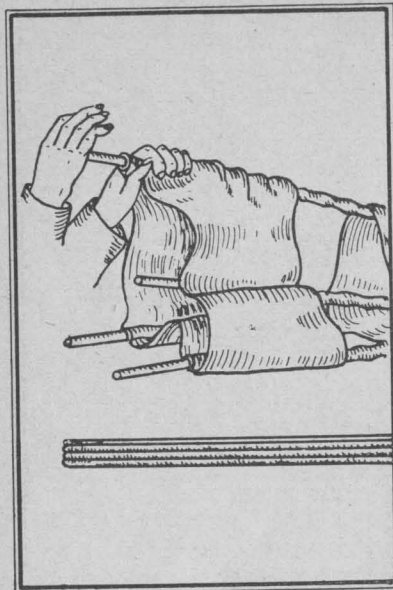

Abb. 16. Drachen: Zusammenfügen der geteilten Längsstäbe
c) Einstecken der Längsstäbe in ihre Röhren und völliges Einschleiben in den Saum. Dabei ist zu beachten, daß sich die T-Röhren beim Einschleiben des Stabes nicht verschieben. Nötigenfalls müssen dieselben beim Durchschieben des Stabes gehalten werden (s. Abb. 16).